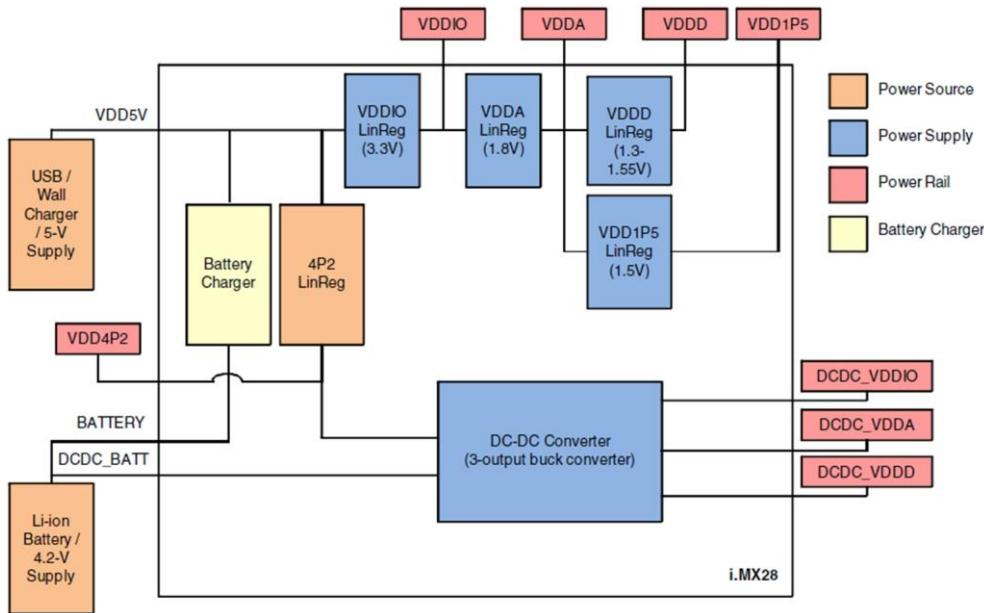

图 2-2 PMU 内部结构框图
i.MX28x 多媒体应用处理器内部集成有高效的电源管理单元（PMU）。它由 DCDC、若干个线性稳压器及电池充电模块组成。外部只需给 CPU 提供 5V 或 4.2V 电源（电池电源），PMU 就能自动产生 CPU 正常工作所需的所有电压。这不仅极大降低了硬件成本，同时还降低了系统电源设计的难度，使得 i.MX28x 非常适用于电池供电的便携设备。i.MX28x PMU 内部框图详见图 2-2。